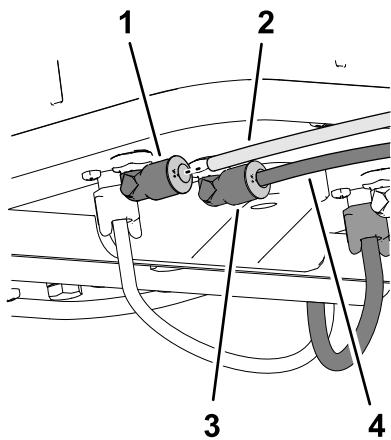

Рисунок 144
2. Вставьте прозрачную трубку в штуцер для воздуха на боковой пластине компрессора (Рисунок 143 и Рисунок 144).
- Вставьте синюю трубку в штуцер для жидкости на боковой пластине компрессора (Рисунок 143 и Рисунок 144).
- Вставьте прозрачную трубку в штуцер для воздуха на боковой пластине компрессора (Рисунок 143 и Рисунок 144).